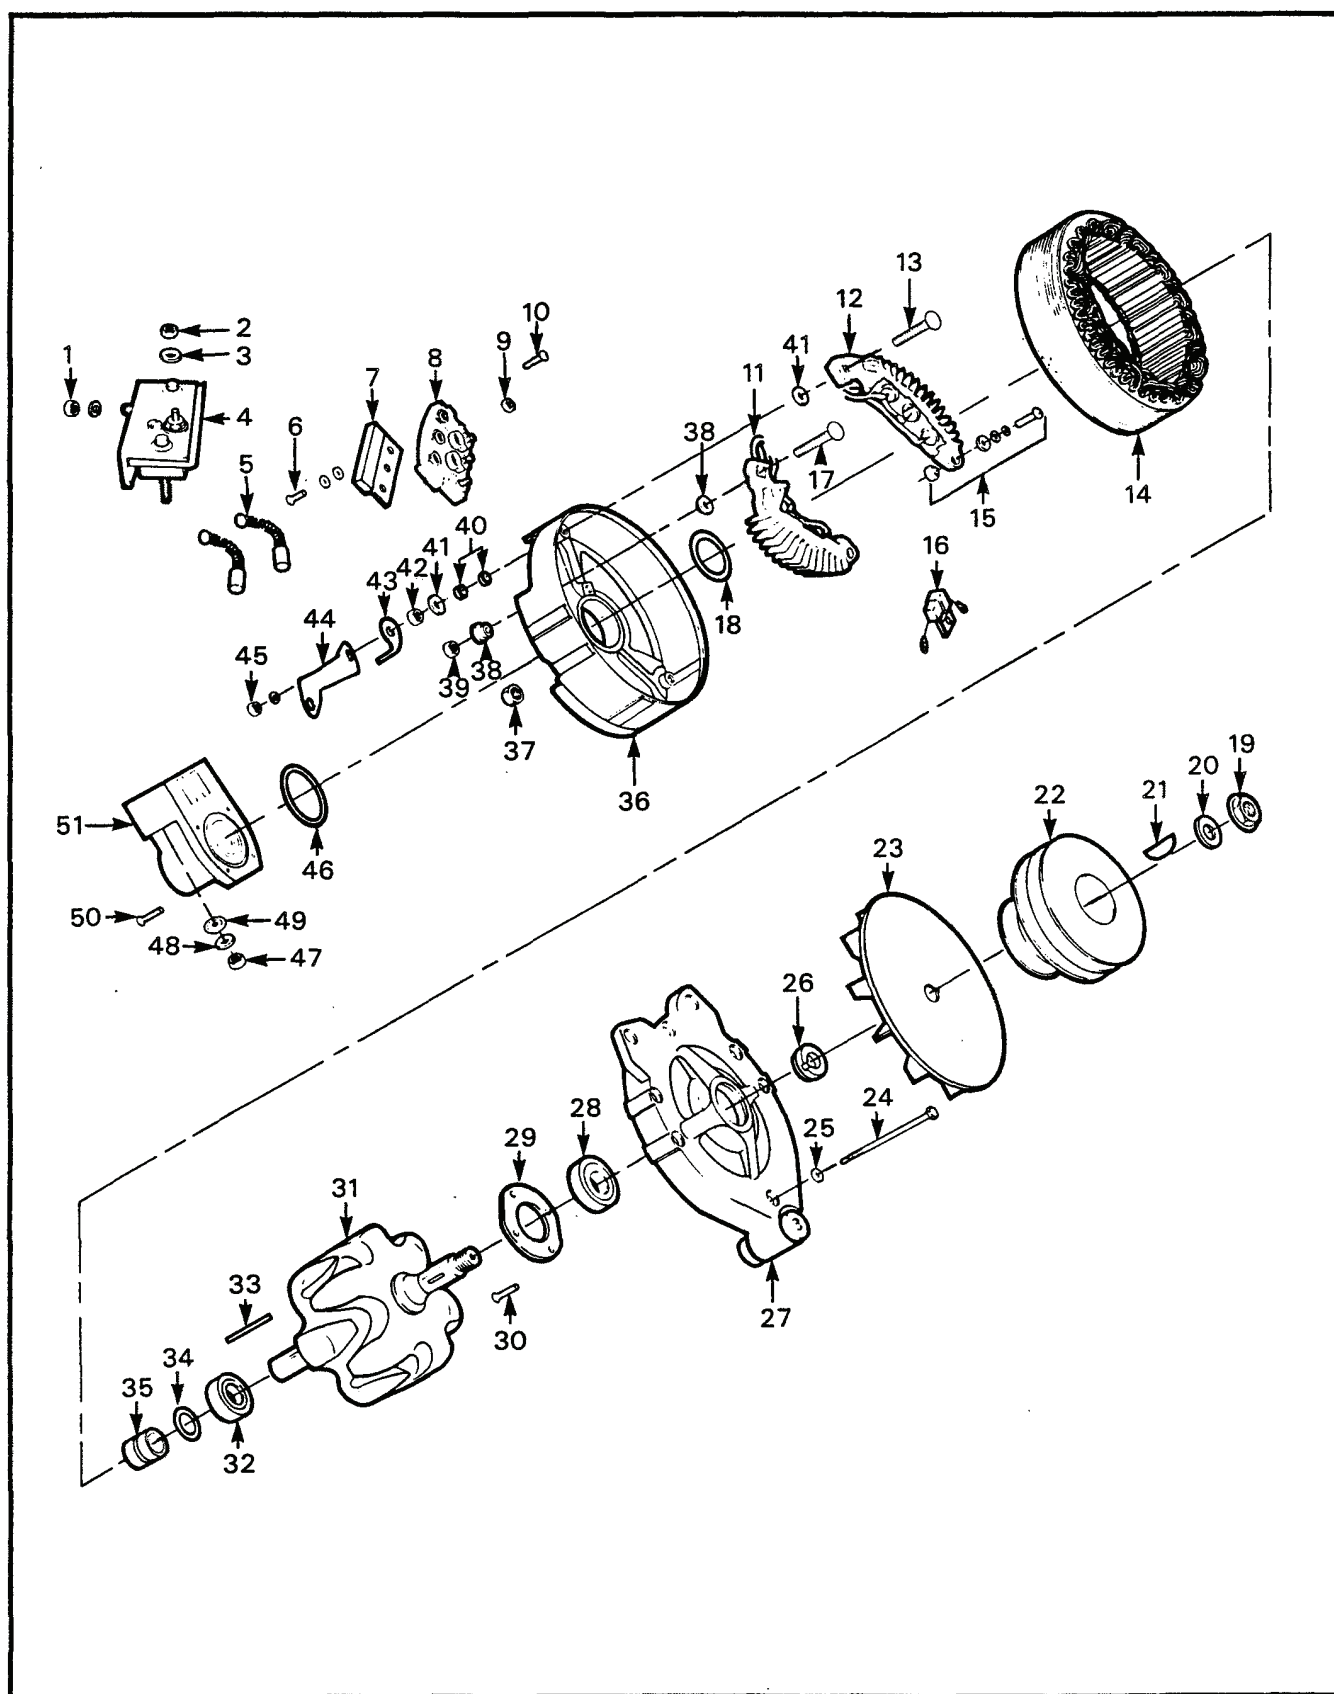

Figure 2-5-6 (Sheet 1 of 2) Alternator
20. **Disassembly** — Before disassembling the alternator, ensure that all alternator tests and adjustments, as described in Section 8, have been completed. To disassemble the alternator, see Figure 2-5-6 and proceed as follows:
20. **Démontage** — Avant de démonter l'alternateur, s'assurer que tous les essais et réglages décrits dans la section 8 ont été complétés. Pour démonter l'alternateur, voir figure 2-5-6 et procéder comme suit: